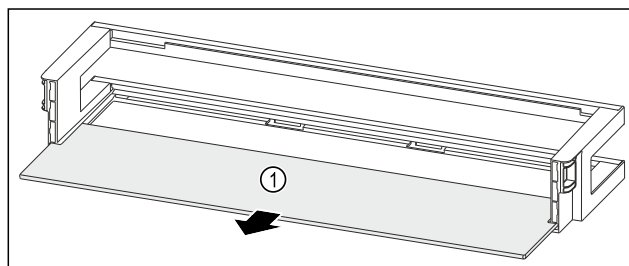

Fig. 139 Türabsteller mit Abstellfläche
- Abstellfläche Fig. 139 (1) entnehmen.